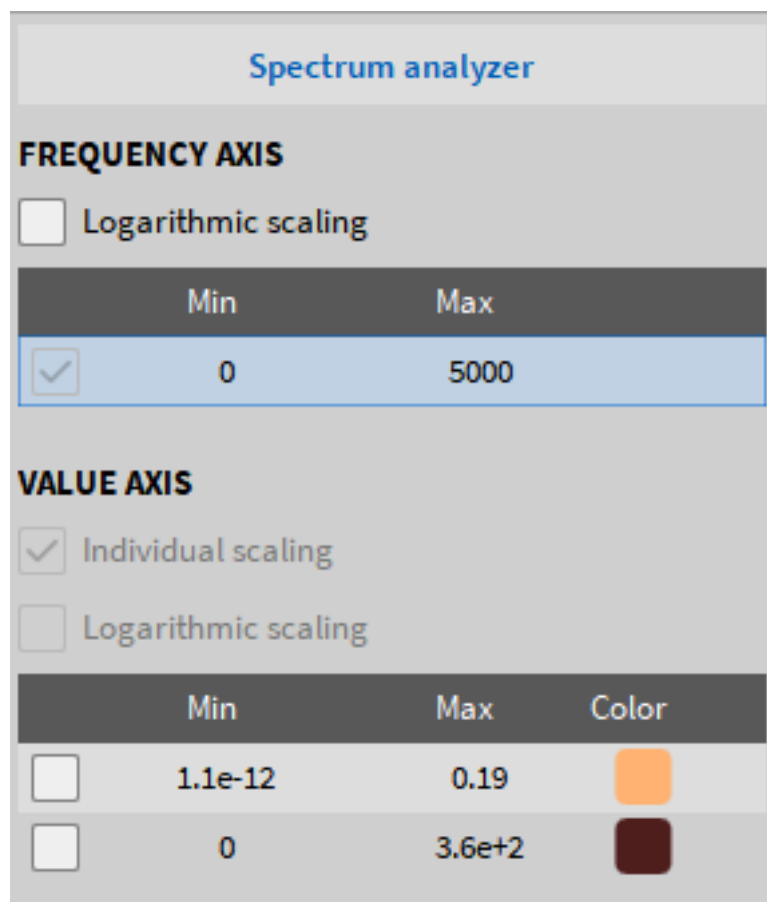

Abb. 8.40: Instrumenteneigenschaften der Frequenzanalyse, wenn Frequenzkanäle zugewiesen sind
- Wenn Frequenzkanäle der Frequenzanalyse zugewiesen werden, werden die Instrumenteneigenschaften auf die Frequenzachsen- und der Werteachseneinstellungen (siehe Abb. 8.40) reduziert. Für eine detaillierte Beschreibung siehe Kapitel Zusätzliche Eigenschaften.